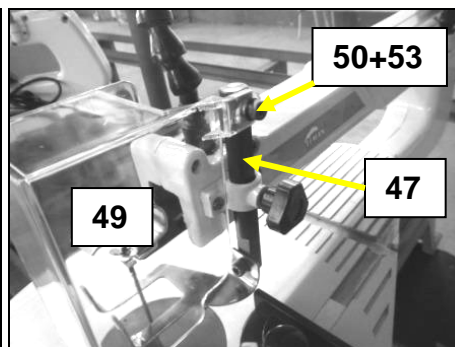

Fig 7
- Positionnez le protecteur de lame (49) en haut de la tige (47) et fixez-le avec 1 ensemble vis 6 pans creux/rondelle plate/écrou (53 & 50) (Voir Fig 7). Laissez du jeu de façon à pouvoir bouger le protecteur aisément.